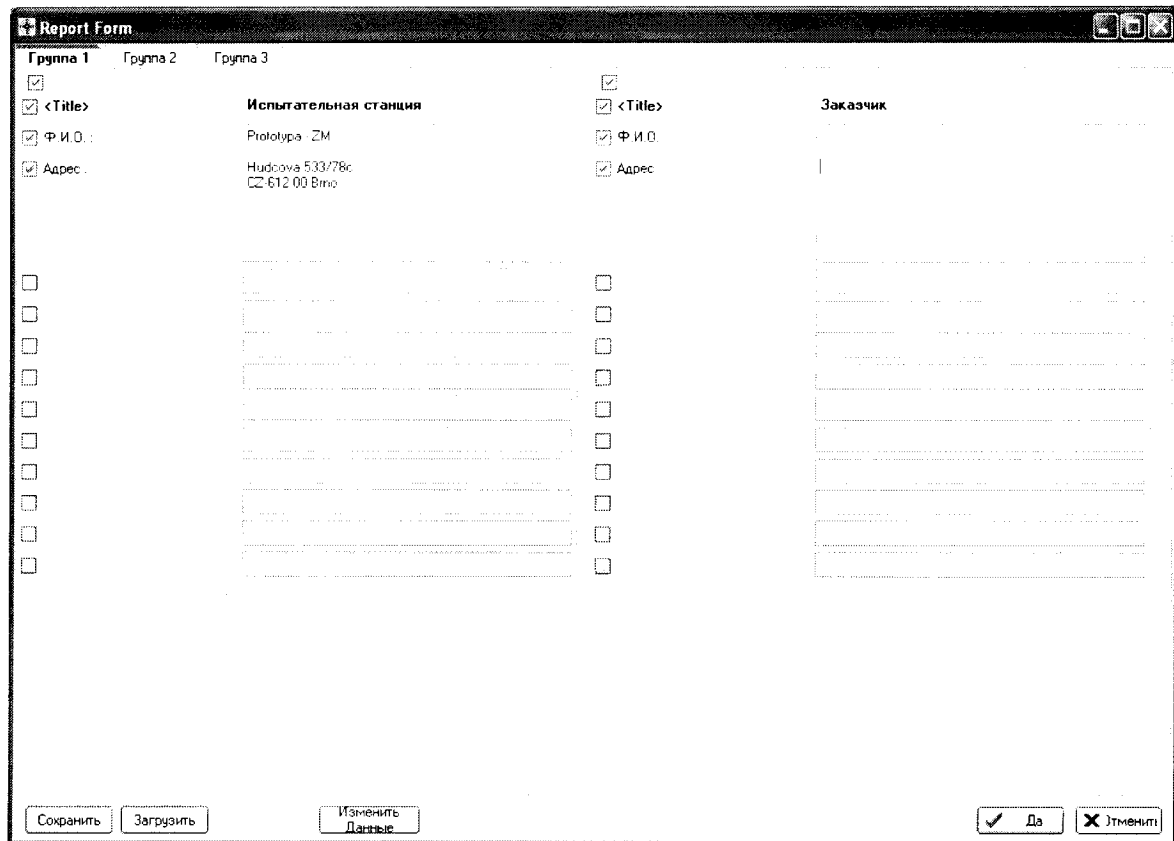

Рис. 7.2 Панель «Report form»
7.2.2.6 Нажать виртуальную кнопку «Да» в панели «Новый». Откроется панель «Report form». Смотри рисунок 7.2.